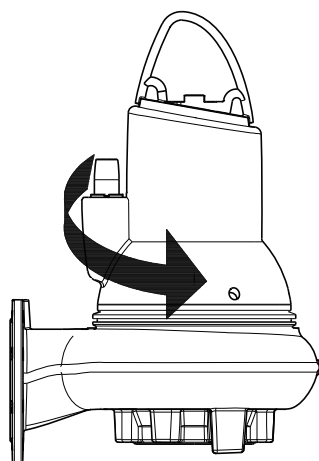

Fig. 15 Direcția smucituri
2. Porniți și opriți pompa observând mișcarea (smucitura) acesteia. Dacă este conectată corect, pompa se va roti în sensul acelor de ceasornic, respectiv se va smuci în sens opus acelor de ceasornic. Vezi fig. 15.